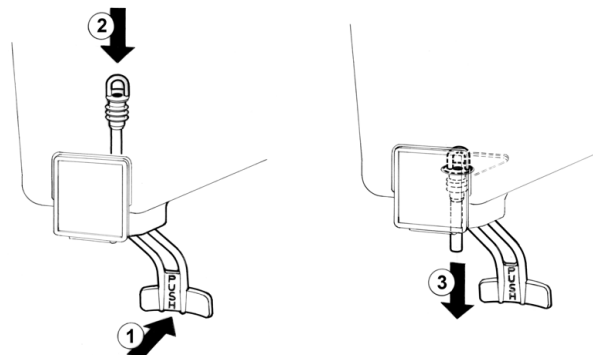

Bild 5
2 **Ausschlauchventil:** den Betätigungshebel des Ventils drücken (1) und den Ausschlauch in den Behälter einfügen (2). Am unteren Ende des Ausschlauchs leicht nach unten ziehen (3) bis er genau sitzt (Bild 5).